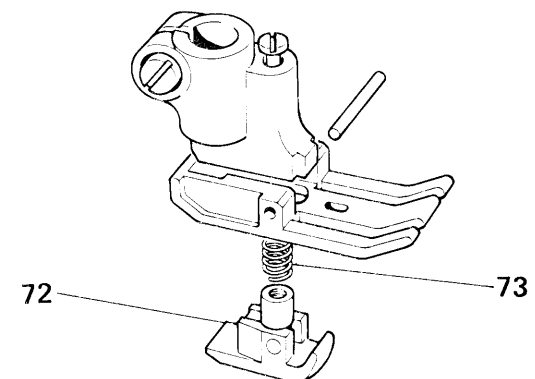

Fig. 26
2. Enlever le pied-presseur, démonter la petite presse (72 fig.26), le ressort (73 fig.26) et nettoyer soigneusement.